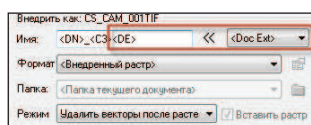

Рис. 31. Фрагмент диалогового окна *Новый растр из выбранного*
- добавлен макрос расширения имени файла в команде *Новый растр из выбранного* (рис. 31).